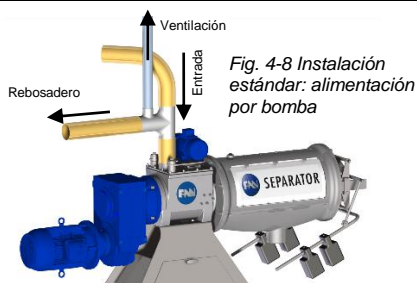

Fig. 4-8 Instalación estándar: alimentación por bomba
- Para la alimentación con bomba, véase fig. 4-8, una pieza en T, disponible como opción, debe conectarse en vertical con el tubo de entrada. La tubería de transporte se conecta en la parte superior de la pieza en T. Para ello necesita una manguera dimensionada DN100. Los racores para tubería así como codos son disponibles como accesorios.